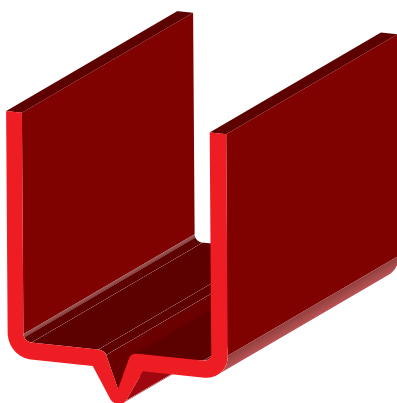

Fig. 8.17
- Ook kan er, om het product toch uit een deel te zetten, voor gekozen worden extra zettingen in het product te plaatsen. Dit geeft het product wel een ander uiterlijk. (Fig. 8.17)